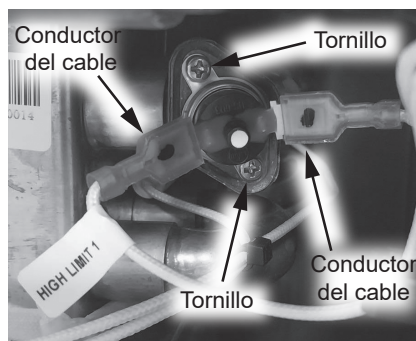

Figura 144 - Ubicación del interruptor de límite alto
- 33** Ubique el interruptor de límite alto en el intercambiador de calor principal (lado superior derecho del calentador de agua). Desconecte los dos conductores del cable del interruptor de límite alto. Consulte la Figura 144.
- 34** Use un destornillador Phillips para retirar los dos tornillos que fijan el interruptor de límite alto al intercambiador de calor. Deje los tornillos a un lado en un lugar seguro para volver a instalarlos. Consulte la Figura 144.